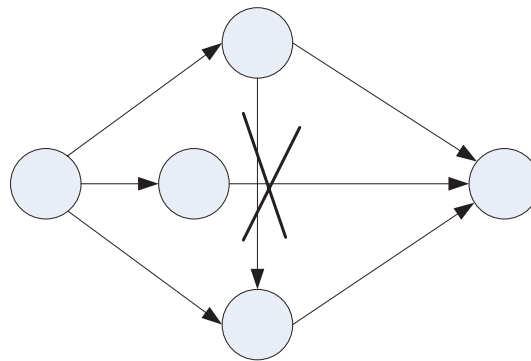

Рис. 5.8. Перетин стрілок
10. Слід уникати перетину стрілок (рис. 5.8).